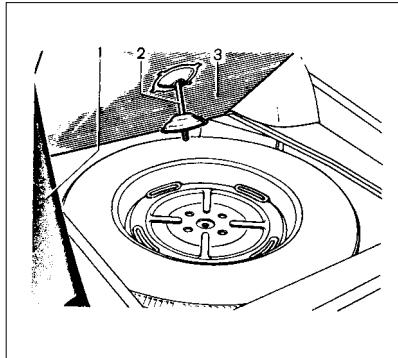

Рис. 40. Отсек для запасного колеса и инструмента
- выньте из багажника запасное колесо, домкрат и сумку с инструментом. В автомобиле с кузовом «универсал» запасное колесо, сумка с инструментом и домкрат расположены в отсеке под полом багажного отделения. Для доступа к ним откиньте коврик 1 (рис. 40), отверните винт 2 и снимите крышку 3;